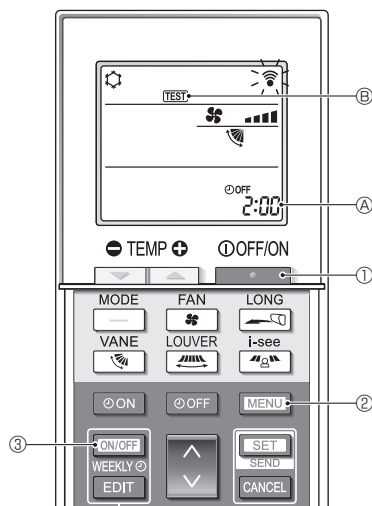

Fig. 7-5
■ Essai de fonctionnement (Fig. 7-5)
- Appuyez sur le bouton **ON/OFF** ① pour arrêter le climatiseur.
- Si la minuterie hebdomadaire est activée (**WEEKLY** est affiché), appuyez sur le bouton **ON/OFF WEEKLY** ③ pour la désactiver (**WEEKLY** disparaît).
- Appuyez sur le bouton **MENU** ② pendant 5 secondes.
- Appuyez sur le bouton **MENU** ②.